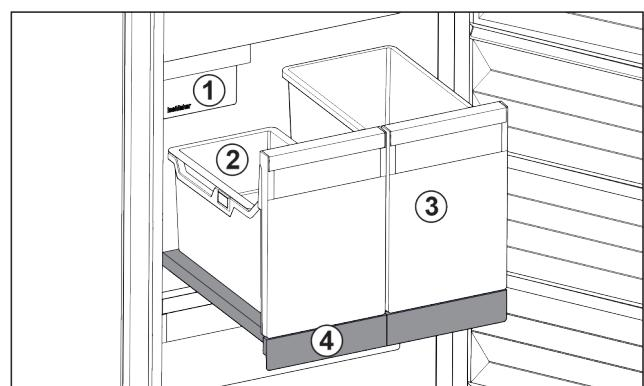

Fig. 88 Vyťahovacia polička s IceTower
- (2) Závesná miska na kocky ľadu
- (4) Vyťahovacia polička
Na vyťahovacej poličke sú dve vysoké nádoby (IceTower). V nádobe Fig. 88 (2) sa hromadia a skladujú kocky ľadu z IceMaker. Nádoba Fig. 88 (3) sa hodí na skladovanie vysokých potravín, ako sú pizze alebo alkoholické nápoje.